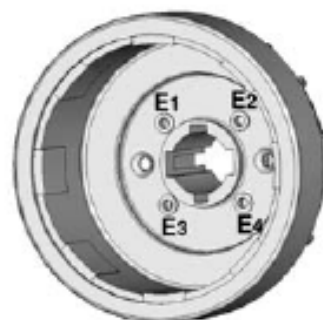

Рис. 8.3.1 D - Затягивание винтов в последовательности E1 - E2 - E3 - E4
- Закрутите отверткой типа Phillips 4 винта в последовательности E1, E2, E3, E4 с моментом затяжки $\cong 6 \text{ Н*м}$ (Рис. 8.3.1 D).